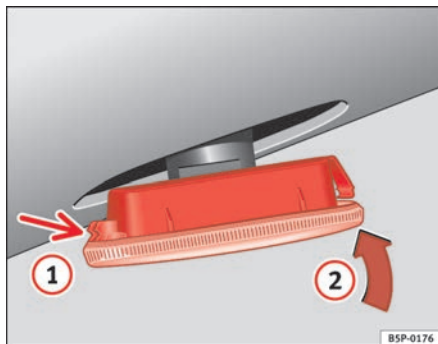

Abb. 195 Seitlicher Blinker
- Setzen Sie den Blinker zuerst in der Aufnahme der Karosserie ein, wobei die Halterungen richtig einrasten müssen ⇒ Abb. 195, Pfeil ①.
- Setzen Sie die Lampe in Richtung Pfeil ② ⇒ Abb. 195 ein. ■